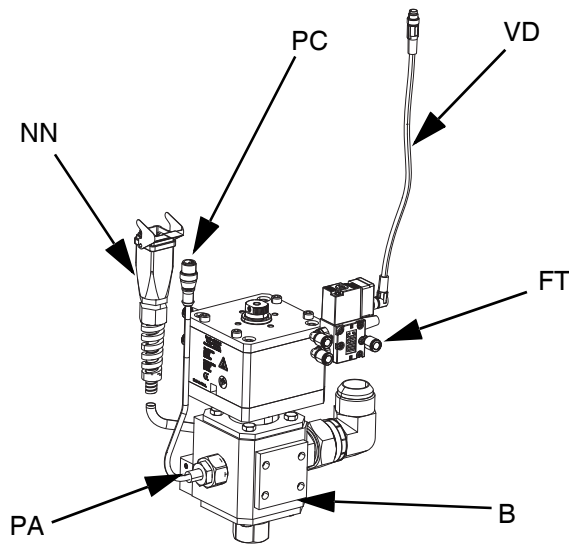

図 24
- 9. エアライン (AR)(別売) を、ディスペンスバルブソレノイドのエアの金具 (FT) に接続してください。アキシャルディスペンスバルブ説明書 - 部品説明書を参照してください。図 24 を参照してください。
- a. ソレノイドバルブケーブル (VC) を、エレクトリックドライバー (AB) のポート 4 に差し込まれているスプリッターケーブルの M8 4 ピンの端に接続してください。シングルラムのエレクトリックドライバー通信接続、16 ページを参照してください。図 24 を参照してください。
- b. 同梱されている M8 4 ピンケーブル (VD) の 90 度の端をディスペンサルブに接続し、ソレノイドバルブケーブルのストレートの端を (VC) に接続してください。図 24 を参照してください。
- a. ディスペンサルブソレノイドケーブルを、タンデムブロック (R) のタンデムディスペンサルブソレノイドコネクタ (YY) に接続します。
- b. 同梱されている M8 4 ピンケーブル (15N040) の 90 度の端をディスペンサルブに接続し、ソレノイドバルブケーブルのストレートの端を (VC) に接続してください。図 24 を参照してください。
- c. タンデムブロック (R) の M8 4 ピンピンスプリッター (TT) のオスの端を、ラム 1 とラム 2 用エレクトリックドライバー (AB) のポート 4 につながれているスプリッターケーブルの M8 4 ピンの端へ接続します。タンデムラムのタンデムラム、17 ページを参照してください。